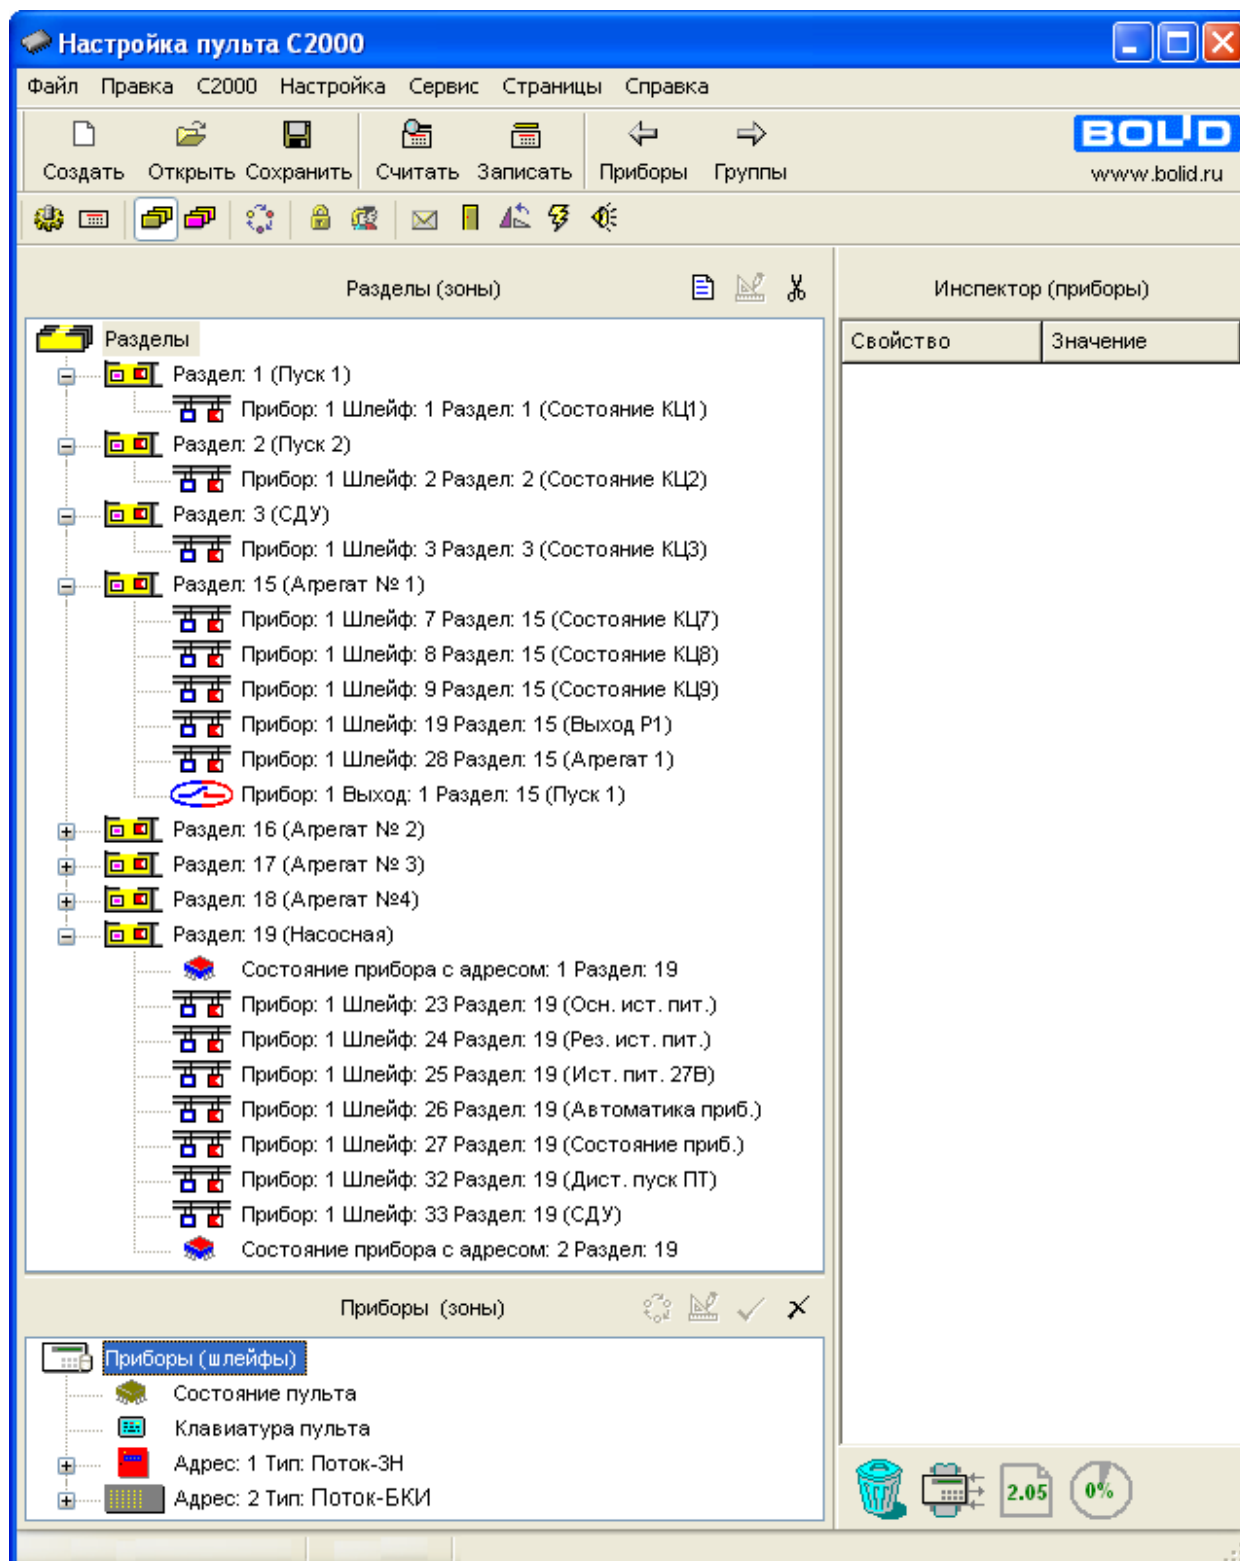

Рисунок 13
3. В раздел, отражающий состояние пожарного или жockey насоса, добавьте следующие зоны прибора «Поток-3Н» (см. Рисунок 13):
5. В раздел, отражающий состояние насосной станции, добавьте следующие зоны (см. Рисунок 13):